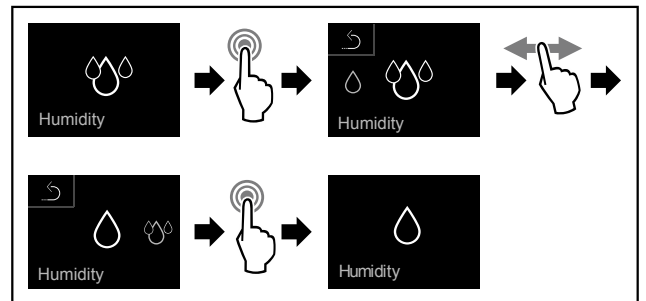

Fig. 70
- Følg anvisningene (se Fig. 70).